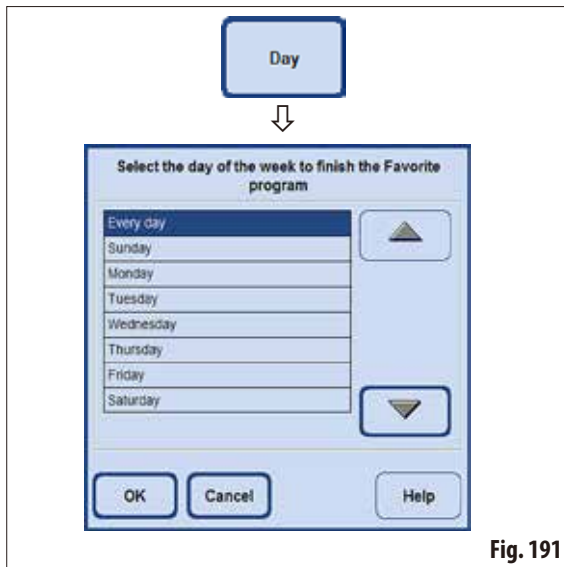

Fig. 191
- A partir da lista, selecione o dia desejado e confirme com **OK** (Fig. 191).